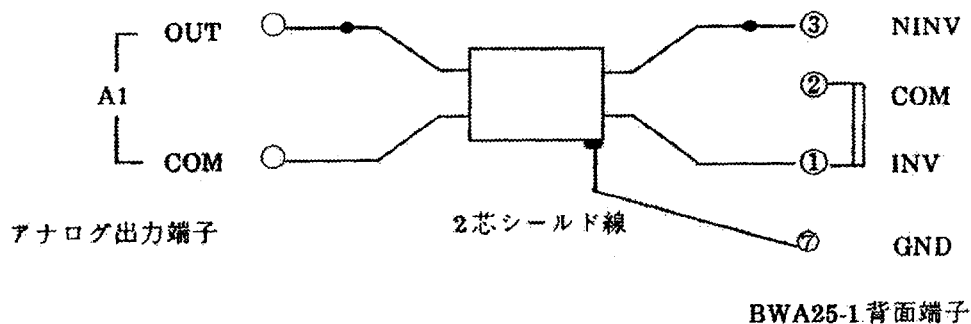

図2-8 BWA25-1との接続
BWA25-1の出力電圧をリモートコントロールする場合を図2-8に示します。
- BWA25-1の①-②間を短絡してください。
- 図2-8に従いシールド線にて各端子を接続してください。
(7) BWSシリーズとの接続